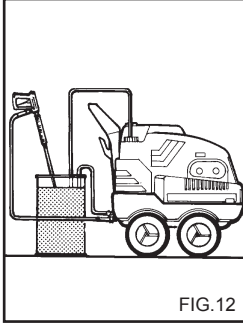

FIG.12
**ИСПОЛЬЗОВАНИЕ АНТИФРИЗА.** (Рис.12).